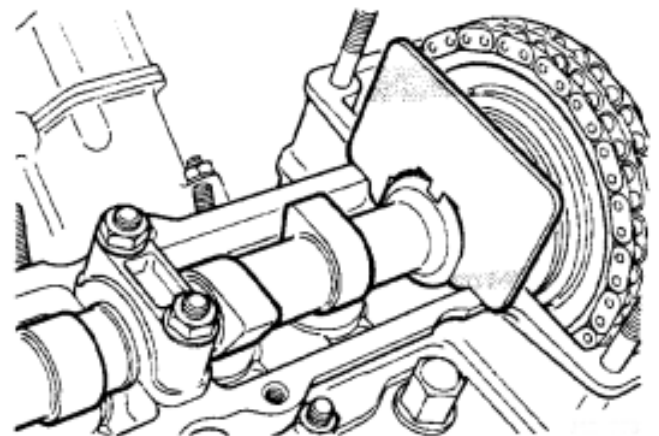

Abb. 2
- ▶ Überprüfen Sie, ob sich die andere Nockenwelle noch in der oberen Totpunktposition (OT) befindet, indem Sie das Service-werkzeug 206861 (Abb. 2) verwenden.